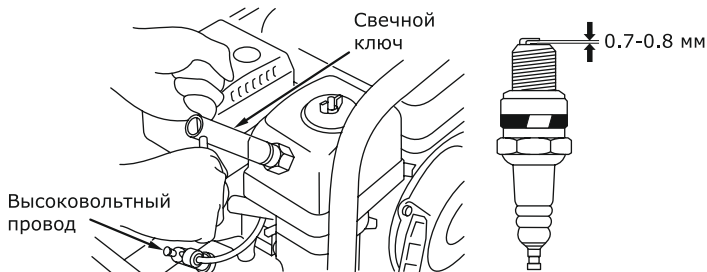

Рис. 18
- Выверните свечным шестигранным ключом (входит в комплект поставки) и осмотрите свечу (рис. 18). Юбка свечи (между керамической частью и металлической частью) должна иметь желто-красный цвет.
- Проверьте величину зазора между заземляющим и центральным электродами, используя специальный щуп. При необходимости установите зазор 0,7 – 0,8 мм (рис. 18).